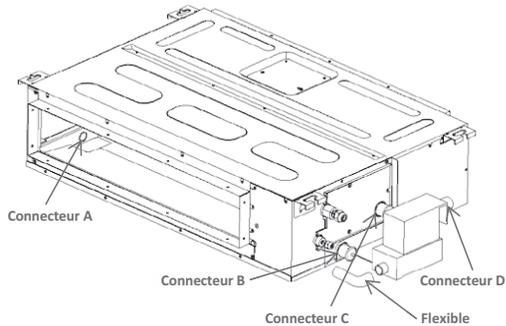

Figure 17 – Branchement du flexible d'évacuation au raccord d'évacuation B
- b. Branchez le flexible d'évacuation au raccord d'évacuation B (consultez la figure 17).